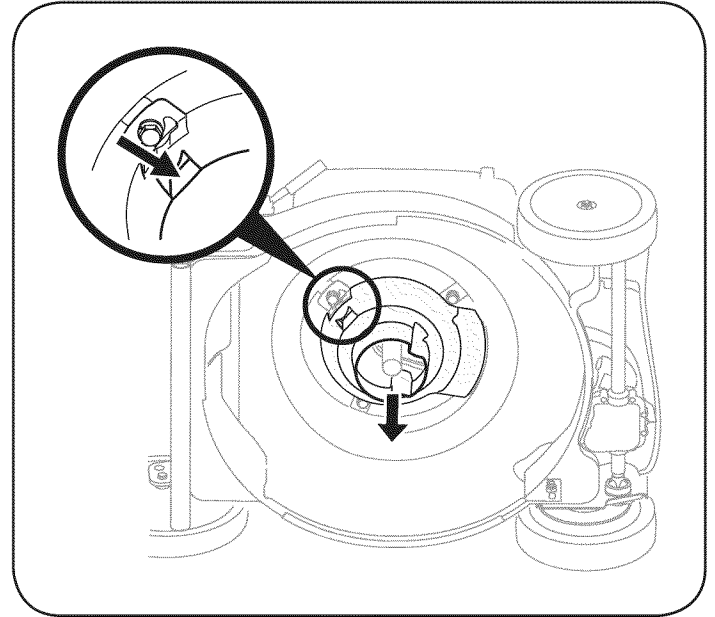

Figura 19
4. Presione hacia dentro en la etiqueta en la confusión de motor de liberarlo del soporte de confusión. Vea la Figura 19.